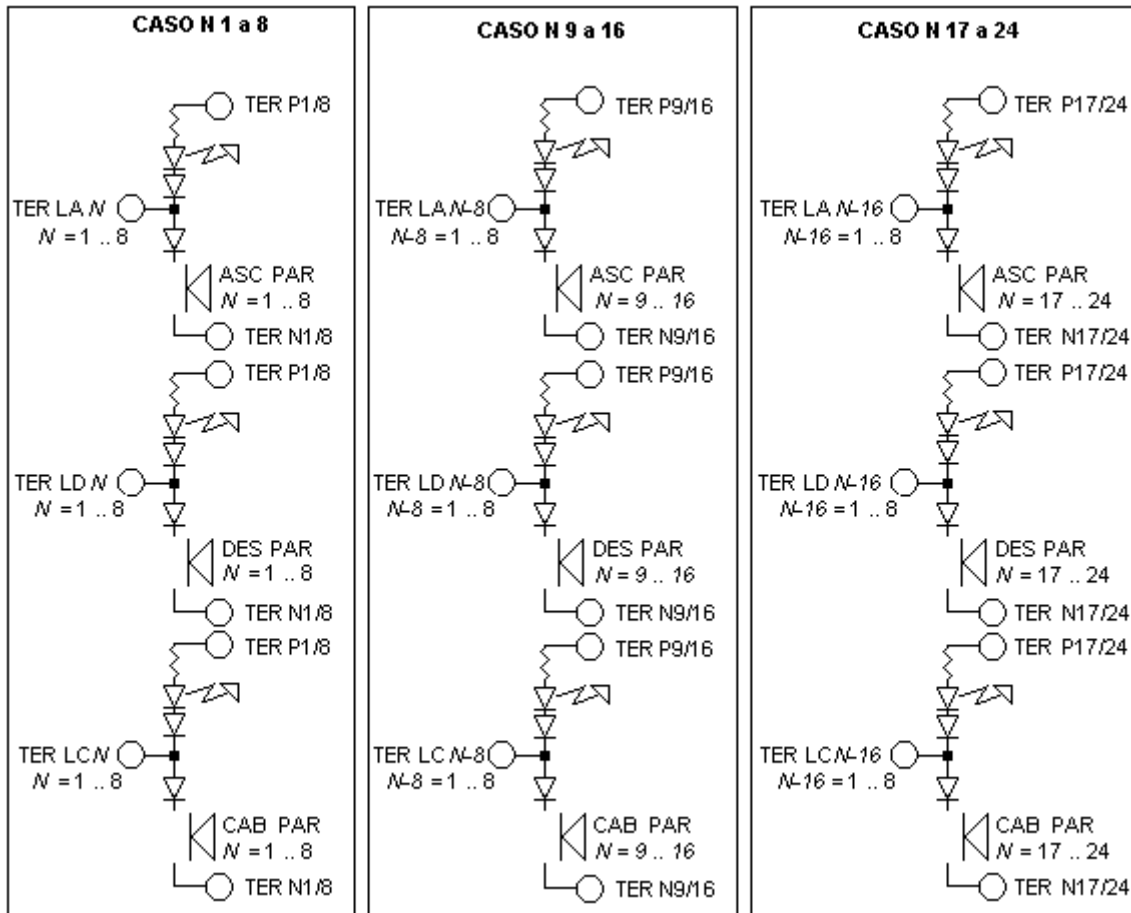

Figura 14
- Los pulsadores de llamada de cabina, de llamada descendente y de llamada ascendente de una parada N comprendida entre 1 y 8 se conectan a los terminales P1/8 y N1/8, y respectivamente a los terminales LCN, LDN y LAN, según la Figura 14
- Los pulsadores de llamada de cabina, de llamada descendente y de llamada ascendente de una parada N comprendida entre 9 y 16 se conectan a los terminales P9/16 y N9/16, y respectivamente a los terminales LC $N-8$, LD $N-8$ y LA $N-8$ y según la Figura 14
conectan a los terminales P17/24 y N17/24, y respectivamente a los terminales LC N-16, LD N-16 y LA N-16 según la Figura 14.
En el circuito de la Figura 14, los LEDs de registro activos destellan. Para eliminar este destello, se pueden conectar los LEDs de registro según la figura Figura 10.
- Los pulsadores de llamada descendente y de llamada ascendente de una parada N comprendida entre 1 y 8 se conectan a los terminales P1/8 y N1/8, y respectivamente a los terminales LDN y LAN, según la Figura 14